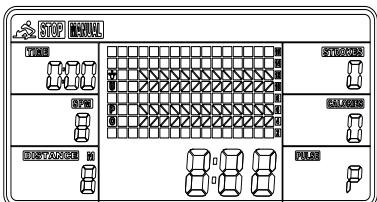

Fig. 4
**(1) MANUAL (Fig. 4):** In modalità MANUAL sono disponibili 2 opzioni.